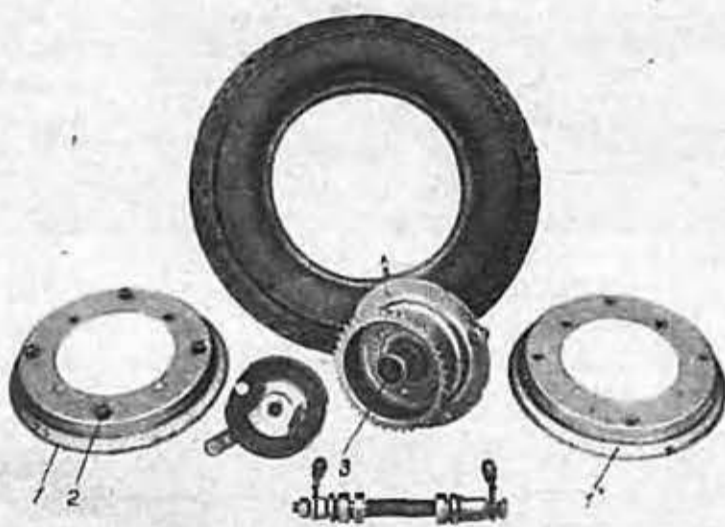

Рис. 3. Заднее колесо.
Колеса мотороллера «Тула» (рис. 3) имеют два сборных диска (1), прикрепленных четырьмя болтами (2) к ступице колеса (3). При смене шины достаточно отвернуть эти болты. Половинки диска разъединяются, и шина легко снимается. Диски переднего и заднего колес взаимозаменяемые. Ступица переднего колеса смонтирована на двух, а заднего — на трех шарикоподшипниках, защищенных от пыли сальниками.